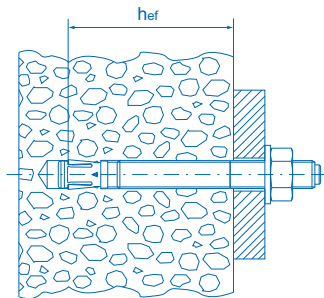

Рис. 13
**Эффективная глубина анкеровки  $h_{ef}$**  (рис. 13) — расстояние от плоскости базового основания до конца распорной зоны анкера, в случае закрепления детали максимальной толщины.